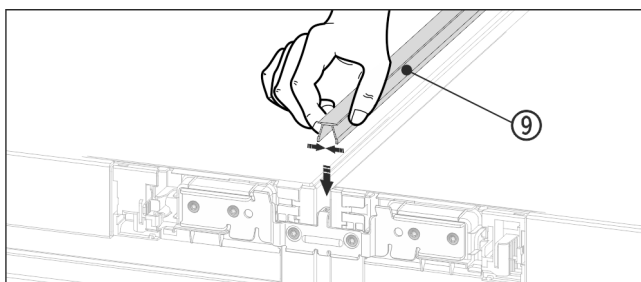

Fig. 19
- Suruge ülaküljel lühike katteliist Fig. 19 (9) horisontaalsesse pilusse.